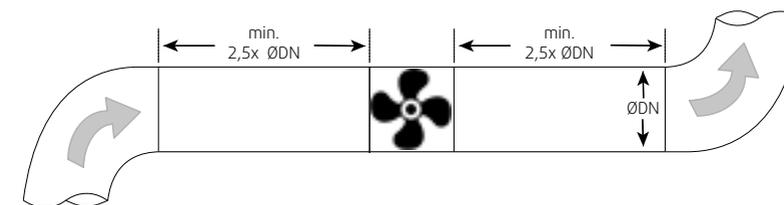

Bild 4: Installationskizze
- » Direkt vor und nach dem Gerät müssen gerade Kanalstücke installiert werden. Halten Sie sich bei der Installation an folgende Abbildung (Bild 4).